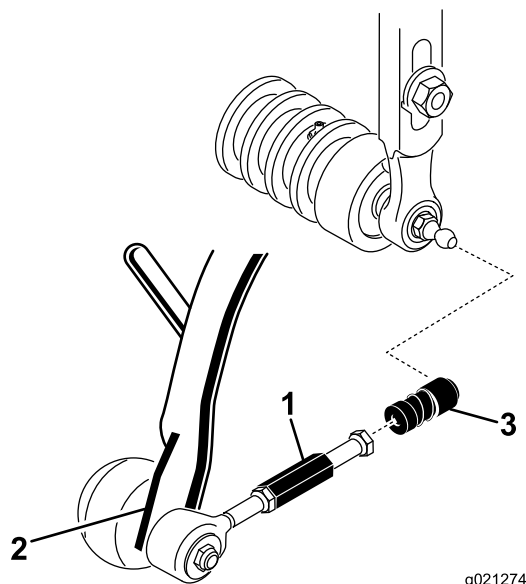

Рисунок 10
3. Наденьте втулку на приемную часть каждого шарнира и зацепите приемную часть за шаровой палец режущего блока (Рисунок 10).